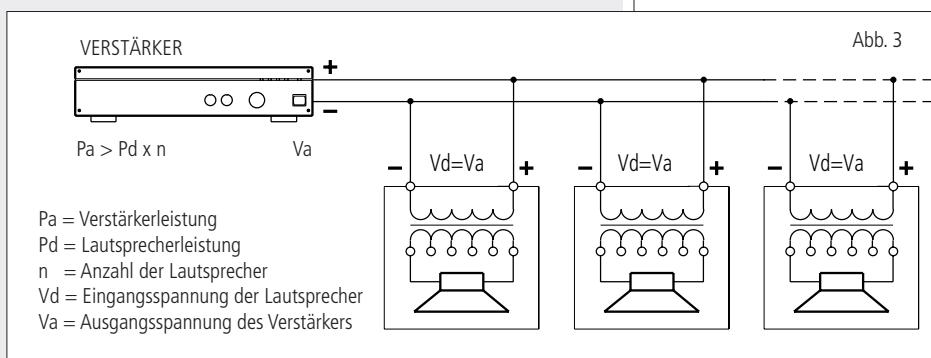

Abb. 3
4. Beim Anschluss des Geräts sind folgende Hinweise zu beachten (Abb. 3, Konstantspannung):